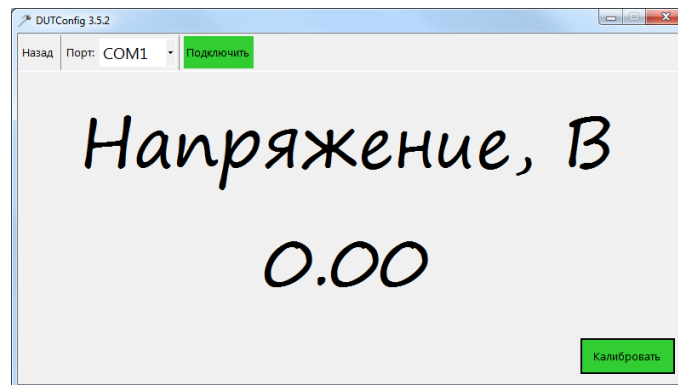

Рисунок 19 – Окно калибровки
7. В появившемся окне (рис. 19) указать порт подключения. Нажать кнопку [Подключить].